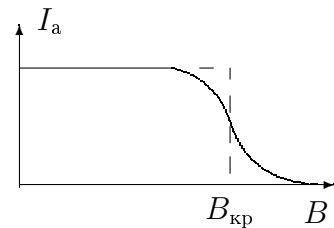

Рис. 4. Зависимость анодного тока от индукции магнитного поля в соленоиде
2. Включите источник питания лампы. Установите на аноде лампы потенциал  $V_a = 70$  В. Снимите зависимость анодного тока  $I_a$  от индукции магнитного поля в соленоиде (от тока  $I_m$  через соленоид). Ток  $I_m$  рекомендуем измерять амперметром  $A$  (он точнее, чем амперметр источника). В области резкого изменения  $I_a$  точки должны лежать чаще (рис. 4).